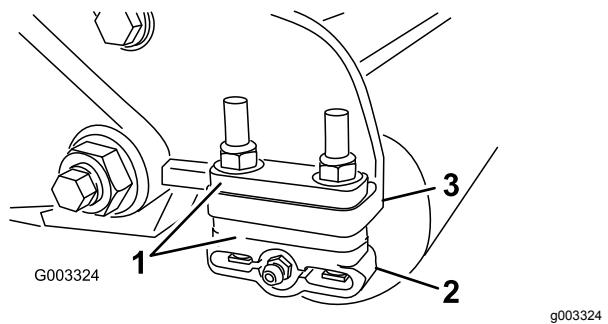

图15
- 根据剪草高度表将所需数量的隔片放在侧板安装法兰 **图15** 下将后滚筒支架 **图15** 调节到所需的剪草高度范围。